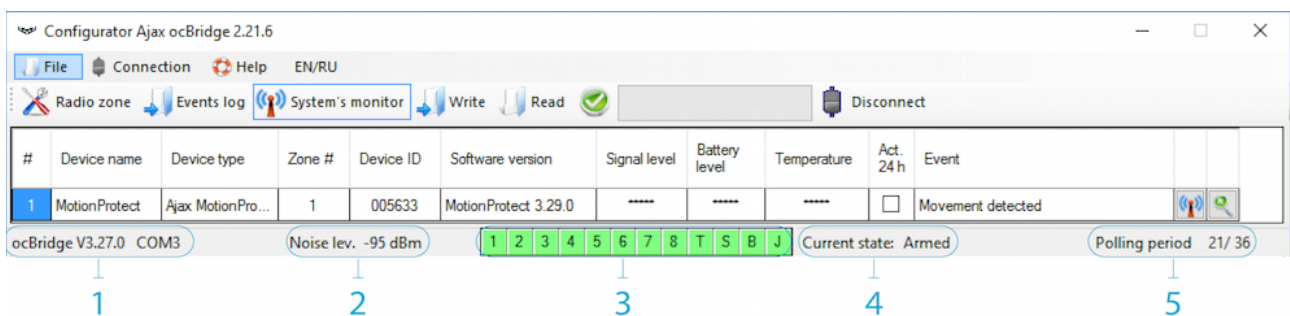

Abb. 15. Die angeschlossenen Sensoren wechseln in den Betriebsmodus
7. Die Seite „**System's monitor**“ (**Systemüberwachung**) ist für die Zustandsüberwachung der Sensoren und die Prüfung ihrer Funkverbindung vorgesehen. Der Ist-Zustand des Sensors wird anhand der Farbe seiner Hinterleuchtung definiert (Abb. 15):